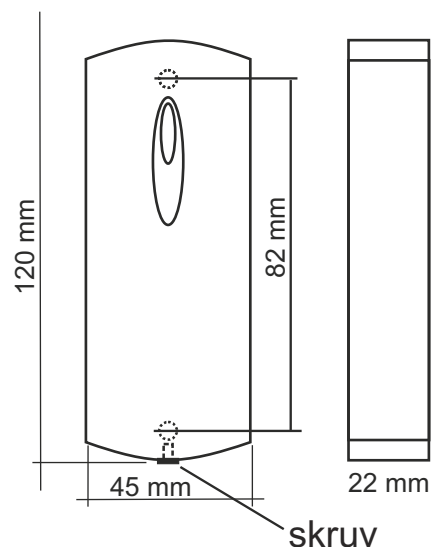

Bild 2. Enhetens mått.
- Märk ut och borra fästhål enligt bild 2;